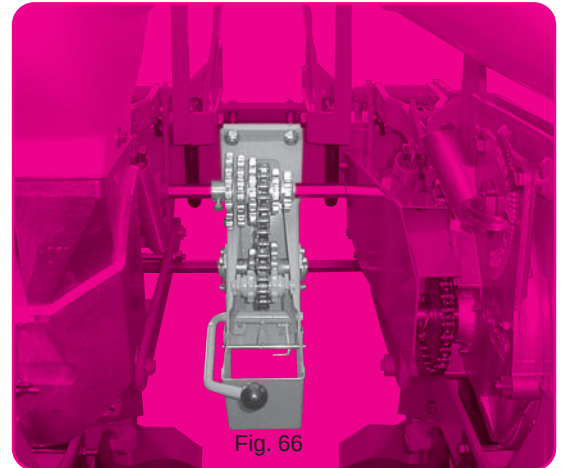

Fig. 66
- Montage pour semoir de 35-40 cm d'inter-rangs (fig. 66) en supprimant les 2 paliers ④.
- Assembly for planters with 35-40 cm (14-15") inter-row spacing (fig. 66) : remove the 2 bearings. ④
Montage für Sämaschinen mit Reihenabstand von 35-40 cm (Abb. 66). Bei dieser Stellung sind beide Lager ④ zu entfernen.
* Сборка для сеялок с расстоянием между рядами 35-40 см (рис.66) : снимите 2 несущих пластины ④.